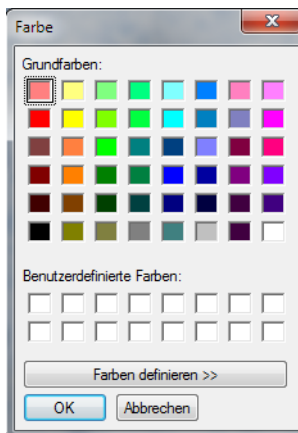

Abbildung 7-49 Dialogfeld Farbe
- f) Um eine Farbe zu ändern, klicken Sie auf dieses Farbfeld und wählen Sie im Dialogfeld **Farben** eine andere Farbe aus (siehe Abbildung 7-49 auf Seite 407).